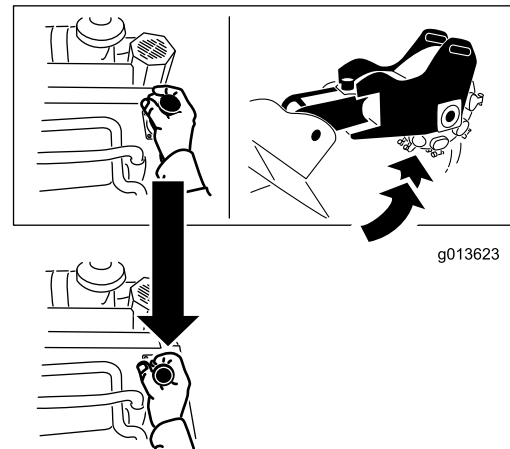

Figura 12
- Per sollevare il fresa ceppi, portate la leva indietro (Figura 12).